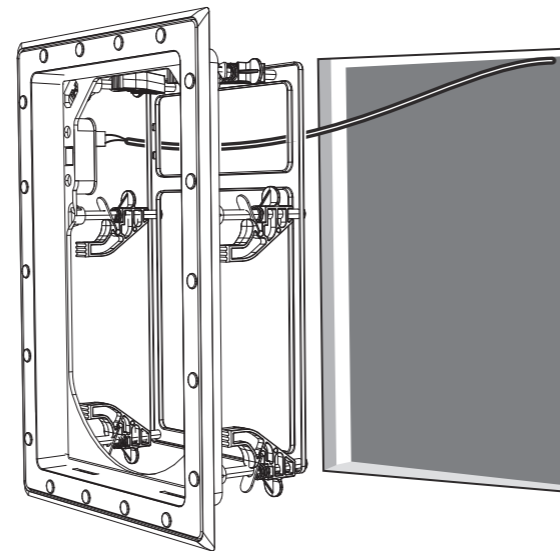

Fig. 8. Installing the Frame into the Wall
1. Drücken Sie den Rahmen vorsichtig in die Wandöffnung und achten Sie darauf, dass die Lautsprecherkabel nicht eingeklemmt oder eingeklemmt werden (Abb. 8).